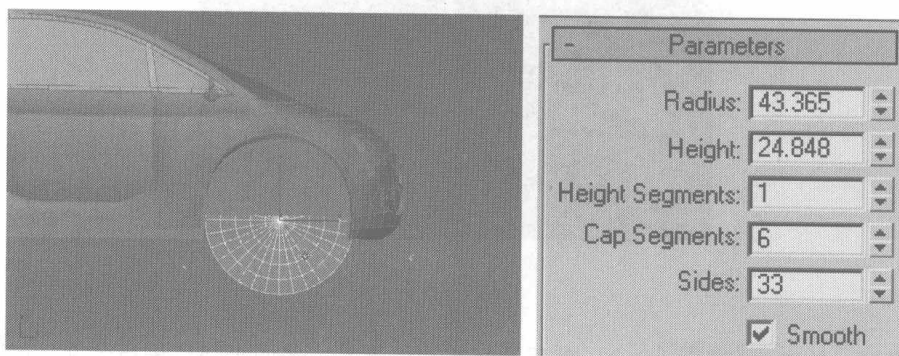

图 7.240
- 13 单击 ，进入创建面板，单击  按钮，选择 **Standard Primitives** 类型。单击 **Cylinder** 按钮，在 Front 正视图中创建一个圆柱体。在  控制面板下，调整圆柱体的的分段数值，如图 7.240 所示。